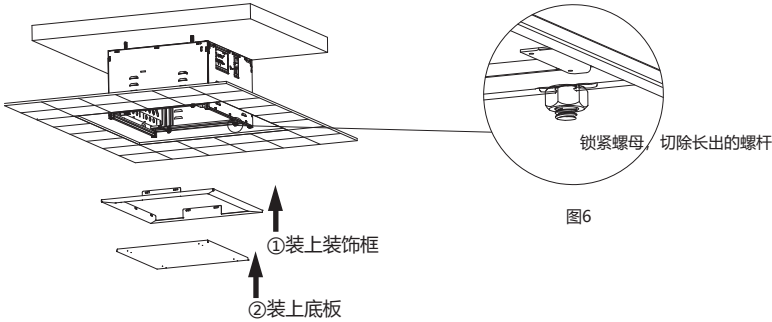

图6
4.将升降架装平后，将长出的螺杆用角磨机切平（切到螺母比多5mm,长度不能高于升降架底框架方管），如图6然后转上装饰框和底板。